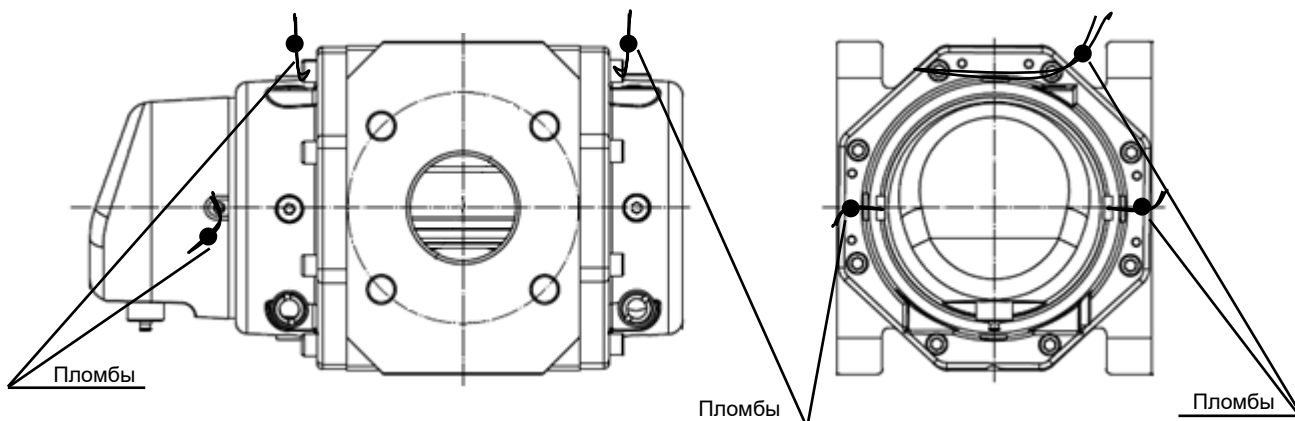

Рисунок 3. Схема пломбирования счетчика РЕД-Р
1.5.7 На счетчике пломбируются (см. рисунок 3):